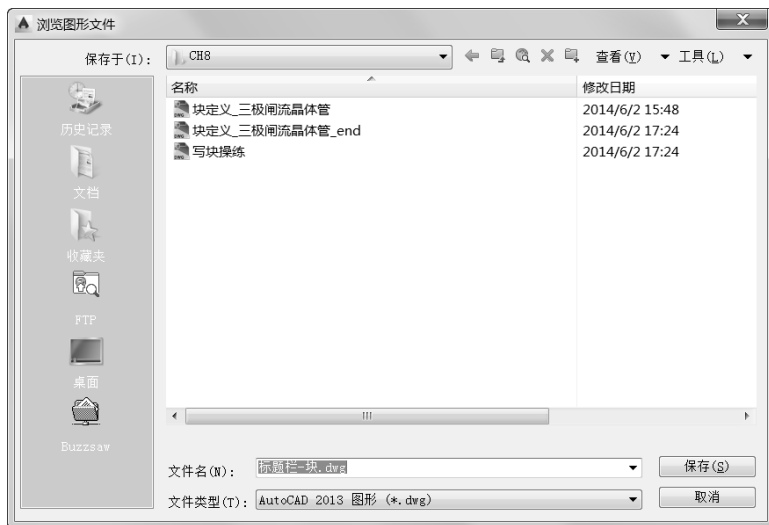

图 8-6 “浏览图形文件”对话框
3) 在“目标”选项组中单击位于“文件名和路径”下拉列表框右侧的省略号按钮 \cdots ，弹出“浏览图形文件”对话框，如图 8-6 所示，为选定块指定写块的保存位置和文件名，单击“保存”按钮，返回到“写块”对话框。